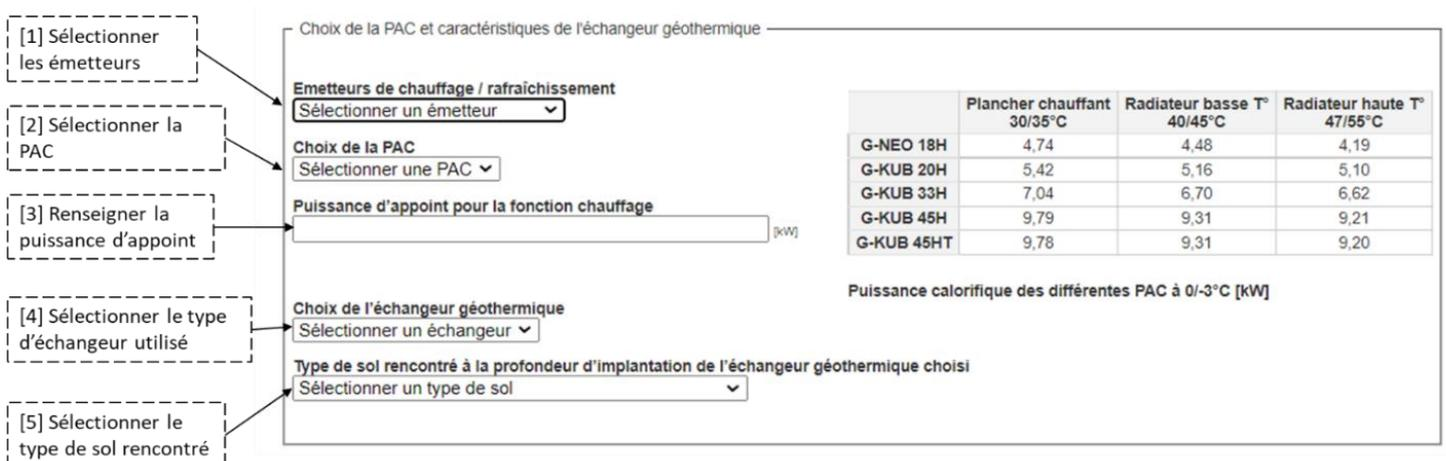
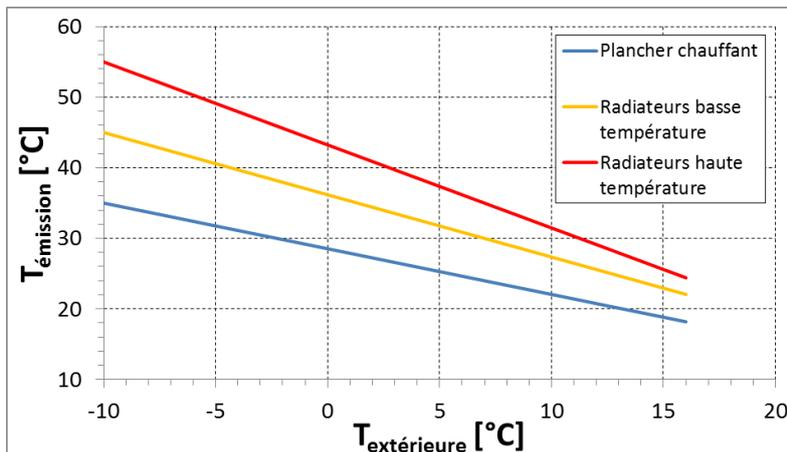

Figure 7 : Choix de la PAC et caractéristiques de l'échangeur géothermique
Figure 8 : Lois d'eau : température de départ du circuit de chauffage en fonction de la température extérieure pour les trois types d'émetteurs considérés.
**Choix de l'émetteur de chauffage/rafraîchissement :** commencer par sélectionner le type d'émetteur utilisé pour le chauffage et le rafraîchissement ([1] Figure 7), 3 types d'émetteurs, associés à 3 lois d'eau sont accessibles; le plancher chauffant, le radiateur basse température et le radiateur haute température, chacun ayant son propre régime d'eau (cf. Figure 8). Si vous sélectionnez le **plancher chauffant**, renseignez son **coefficient d'échange thermique** en  $W.K^{-1}.m^{-2}$  ainsi que la **température minimum du fluide à l'entrée du bâtiment** ([1.1] Figure 9).
**Choix de la PAC :** en fonction des caractéristiques de votre installation vous pouvez sélectionner une des 5 pompes à chaleur présentes sur l'outil ([2] Figure 7), la puissance de ces PAC en fonction du type d'émetteur est présentée dans le tableau en haut à droite (Figure 9). Il est également possible de sélectionner « ma PAC » [2.1] et de renseigner vous-même les caractéristiques de la pompe à chaleur ([2.2], Figure 9). L'application fait appel à des
**Puissance d'appoint pour la fonction chauffage** : renseigner la puissance d'appoint pour la fonction chauffage ([3] Figure 7), l'appoint fonctionne en priorité par rapport au chaud actif de la géothermie. L'appoint tourne donc au maximum pour couvrir le besoin en chauffage, et le chaud actif ne se déclenche que pour couvrir l'éventuel manque à gagner entre le besoin et ce que peut fournir l'appoint.
**Le choix de l'échangeur géothermique** : sélectionner le type d'échangeur géothermique adapté à votre projet parmi, les corbeilles géothermiques, les échangeurs horizontaux, les échangeurs verticaux et les échangeurs micro-verticaux ([4] Figure 7). Le mur géothermique est également disponible dans la sélection mais il est, pour le moment, toujours en développement. Tous les échangeurs sont traités de manière similaire : La température du sol non perturbée  $T_0$  est calculée sur la profondeur couverte par l'échangeur géothermique. L'échange entre le fluide et le sol en contact avec l'échangeur (contact sol – tuyau ou sol – coulis suivant les cas) est modélisé par une résistance thermique d'échange  $R_b$ . L'échange entre l'échangeur géothermique et le sol est décrit par une fonction analytique (« fonction G ») traduisant l'évolution de la température en paroi d'échangeur quand on passe d'une puissance nulle à une puissance constante.
**Type de sol rencontré à la profondeur d'implantation de l'échangeur géothermique choisi :** dans le menu déroulant choisissez le type de sol rencontré à la profondeur d'implantation de l'échangeur géothermique ([5] Figure 7). Dans cet exemple le Calcaire est sélectionné.